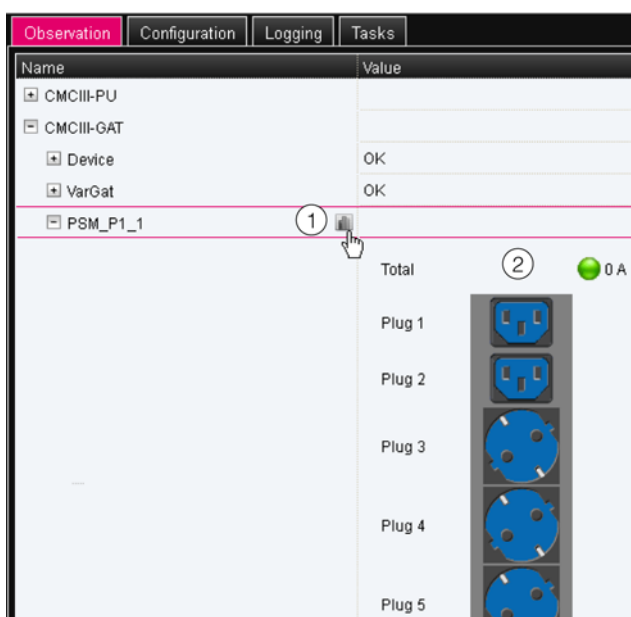

Рис. 14: Графическое отображение
Отображение изменится на графическое отображение (рис. 14). Здесь можно увидеть и изменить состояние отдельных розеток.
Кроме того, Вы получаете обзор статуса компонентов, которые отображаются цветом (рис. 14, поз. 2):
- Нажмите на графический символ в виде серых ступеней рядом с элементом "PSM_P1_1" (рис. 14, поз. 1).
- Наведите курсор мыши на изображение в соответствующем столбце или на соответствующий выход, для которого Вы хотите изменить настройки (рис. 14, поз. 2).